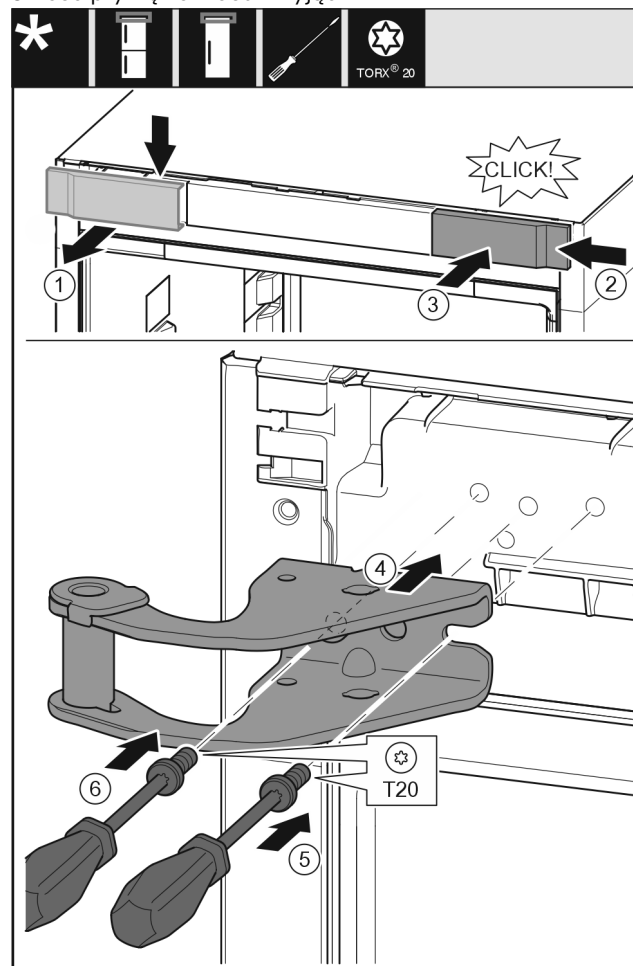

Fig. 11
- ▶ Wyjąć osłonę od góry do przodu. Fig. 11 (1)
- ▶ Osłonę obróconą o 180° założyć z drugiej strony od prawej. Fig. 11 (2)
- ▶ Zazębić osłonę. Fig. 11 (3)
- ▶ Założyć górną płytkę zawiasu. Fig. 11 (4)
- ▶ Śrubę założyć przy pomocy śrubokręta T20 i mocno dokręcić. Fig. 11 (5)
- ▶ Śrubę założyć przy pomocy śrubokręta T20 i mocno dokręcić. Fig. 11 (6)